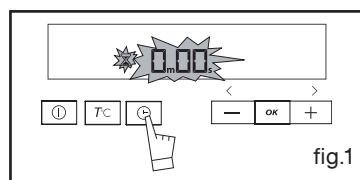

fig.1
- Appuyez 3 fois sur la touche  (fig.1).